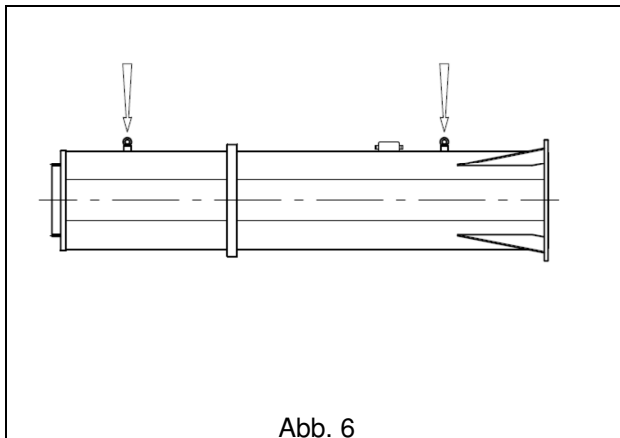

Abb. 6
- Die Seile an den vorgegebenen Punkten (Abb. 6) befestigen und die Kranteile sowie das Zubehör vorsichtig in die für das Abladen bestimmte Zone befördern; dabei Schwingungen, Schaukeln und eine gefährliche Unwucht vermeiden.